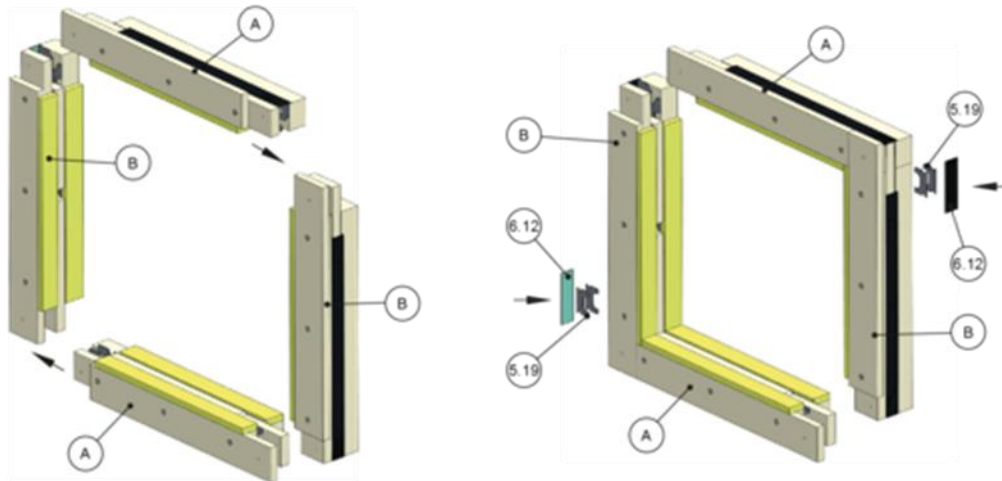

Abb. 24: Montage Einbausatz 3 KES für Trockeneinbau
1. Je ein B-Teil (A) und ein H-Teil (B) zusammenfügen und mit zwei Verbindungsspangen (5.19) fixieren, danach Aufschäumer (6.12) aufkleben, Abb. 24.
2. Brandschutzklappe (1) mit dem Flansch der Einbauseite A auf eine Unterlage (11.5) aus Pappe oder Holz stellen.
4. Brandschutzklappe (1) mit dem Flansch auf die Bedienseite B drehen und umlaufend das Kerafix 2000 Dichtband (6.21) aufkleben.